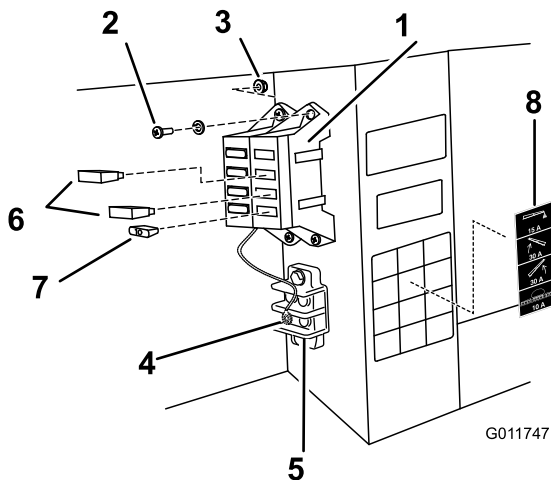

Bild 12
8. Schließen Sie das schwarze Erdkabel mit der Fächerscheibe an die bestehende 1/4 Zoll Schraube innen am Fahrzeugchassis an (Bild 12).
10. Bauen Sie den Sicherungsblock und den Kabelbaum neben den bestehenden Sicherungsblöcken am Rahmen ein. Verwenden Sie zwei Schrauben (Nr. 10-24 x 3/4 Zoll) und zwei Sicherungsmuttern (Nr. 10-24), siehe Bild 12.
A. Setzen Sie den 30 A Überlastungsschutz (2 Stück) in den linken und rechten Sicherungsschlitz des Auslegerhubs ein (Bild 12).
B. Setzen Sie die 10 Ampere Sicherung in den Stromsicherungsschlitz des Sprühsystems ein (Bild 12).